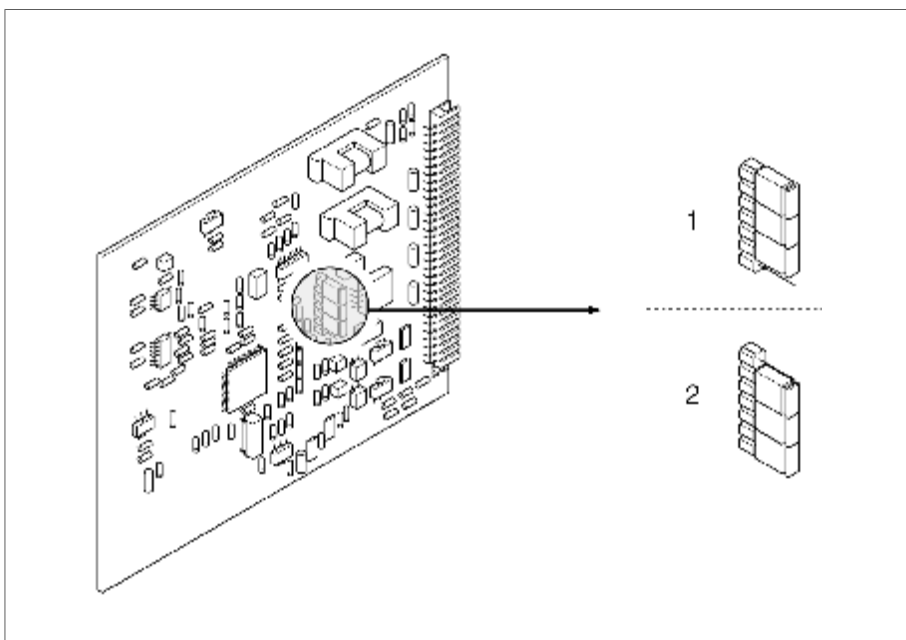

图18：配置电流输出（I/O板）
- 3、按图18设置跳线位置
不要损坏测量仪表，按照图18设置跳线，不正确的设置将导致过流烧坏测量仪表或外部连接设备。